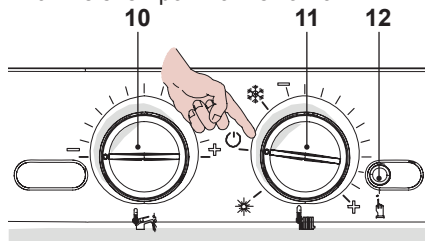

Рисунок 8.13
- Чтобы выйти из режима программирования, установите переключатель функций 11 в положение (Рисунок 8.13) или выключите электропитание котла.